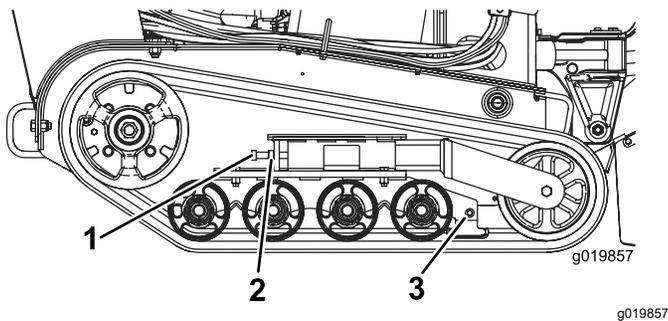

Bild 46
3. Lösen Sie die Klemmmutter an der Spannschraube der Kette und die Klemmschrauben am Spannarm (Bild 46).
4. Ziehen Sie die Spannschraube bis auf 32,5-40 Nm an, um die Kette zu spannen (Bild 46).
4. Lösen Sie die Spannschraube und Klemmmutter (Bild 46).